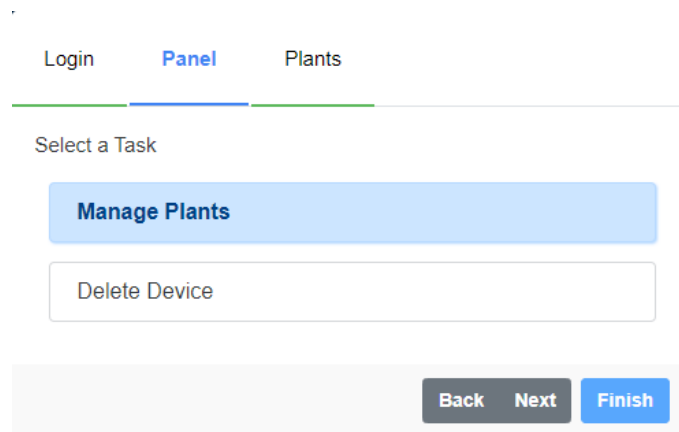

Figura 7.15: Seleção de tarefa ao MFM do WEGscan 1000
- o avance para o **Passo 12** (se opção “Manage Plants” - Figura 7.15);